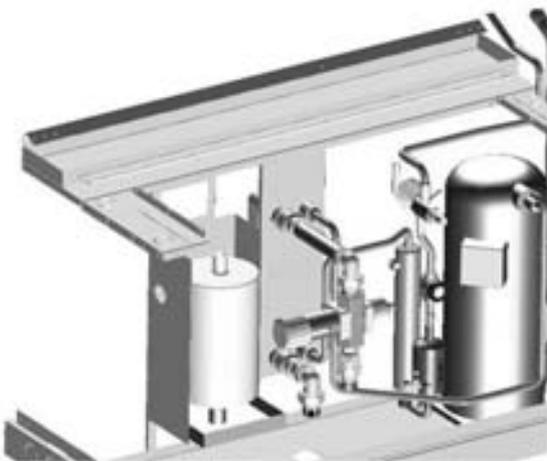

Abb. 1
- Verdichter: Bei den INNOV@ Geräten werden ausschließlich Scrollverdichter erstklassiger Marken verwendet (Abb. 1). Die Scrollverdichter sind hinsichtlich der Effizienz und Zuverlässigkeit bei CCAC-Geräten die optimale Lösung. Das interne Kompressionsverhältnis ist den typischen Betriebsbedingungen von CCACAnwendungen sehr nahe und erbringt das Maximum in Bezug auf COP. Die perfekt ausbalancierten Anlaufdrücke sind ein klarer Vorteil für den Elektromotor und seine Zuverlässigkeit, vor allem in Bereichen, wo häufig Starts durchgeführt werden.